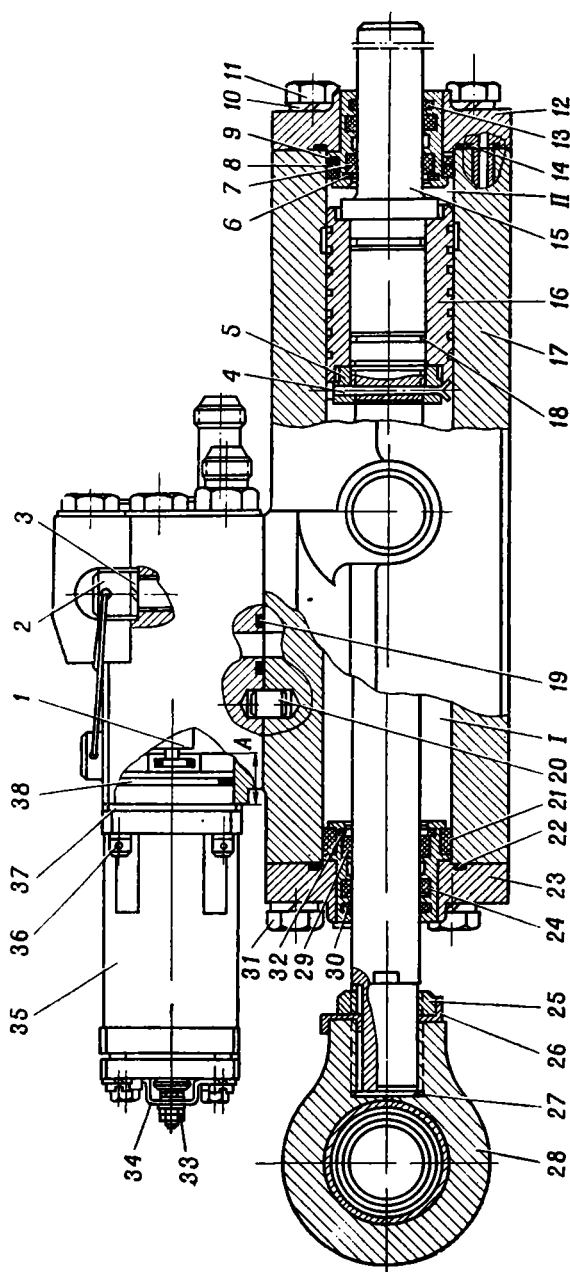

Рис. 37. Исполнительный цилиндр (разрез):
2. Отвернуть болты 11 (рис. 37).